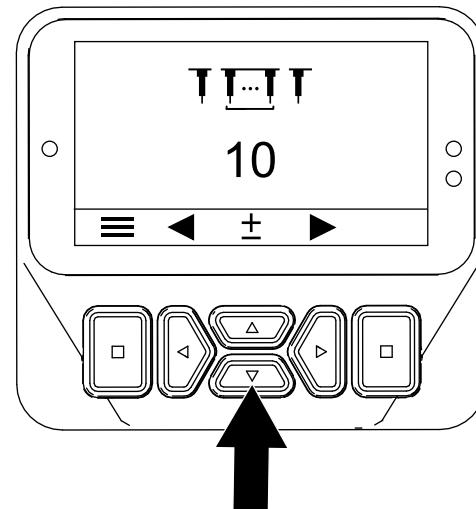

図 58
3. [タイン数の設定] 画面が表示されるまで、右ボタンを押す(図 58)。
4. 次のように上下ボタン(図 58)を使ってタイン数を調整する。